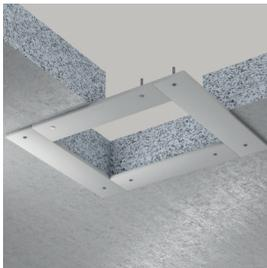

Bild 1:
- / Wenn die Massivwand bzw. -decke im Bereich der Brandabschottung nicht der geforderten Mindestschottdicke entspricht, ist ringsum die Schottöffnung wahlweise ein umlaufender Rahmen (s.u. Bild 3) bzw. eine Aufleistung (s.u. Bild 1 & 2) aus nichtbrennbaren Bauplatten (GKF-, Silikat- bzw. Kalziumsilikatplatten) vorzusehen, so dass die ZZ-Brandschutzsteine 170 BDS-N über die gesamte Schottdicke am Rahmen bzw. der Aufleistung und der Wand/Decke anliegen.